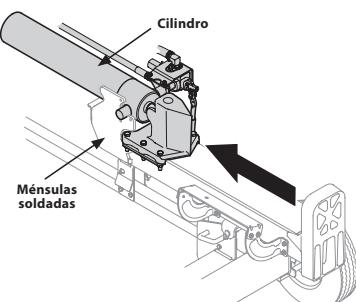

Figura 7
16. Levante y deslice el cilindro hacia arriba hasta el tope de la víguela y dentro de los soportes soldados. Vea la Figura 7.